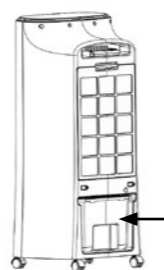

figura 3
4. Inserire il serbatoio dell'acqua nella posizione corretta. Figura 3.